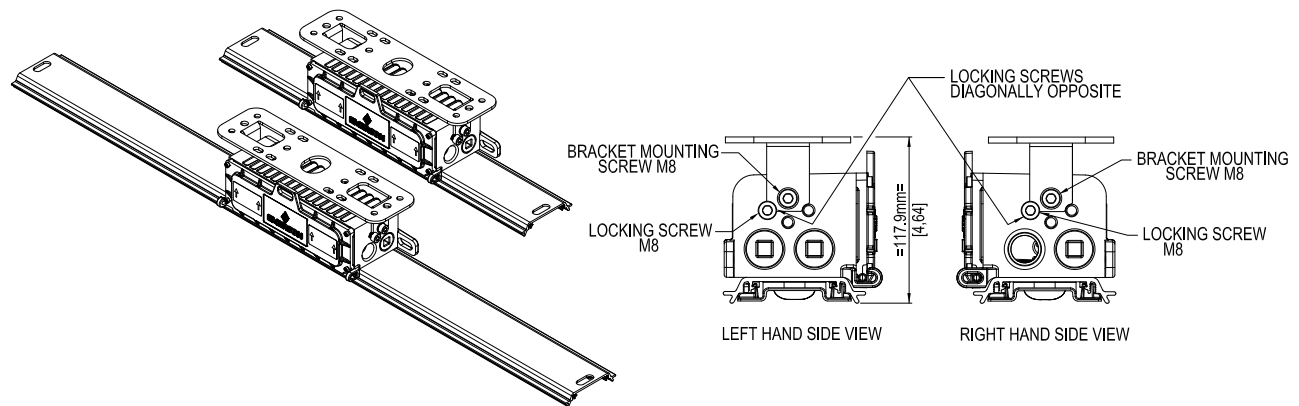

FIGURE 8: RMLPB BRACKET MOUNTING
4. Raise luminaire to mounted RMLPB bracket and secure using M8 washer and bracket mounting screw (M8) supplied with the bracket on both sides. Refer to Figure 8.
5. Use locking screw (M8) supplied with the bracket such that they are diagonally opposite to each other on either side. Refer to Figure 8 for hole locations. Make sure bracket is locked to its position.
4. Soulevez le luminaire sur le support RMLPB et fixez-le à l'aide de la rondelle M8 et de la vis de montage (M8) fournies avec le support des deux côtés. Voir la Figure 8.
5. Utilisez la vis de blocage (M8) fournie avec le support de sorte qu'ils soient diagonalement opposés les uns des autres. Reportez-vous à la Figure 8 pour connaître l'emplacement des trous. Assurez-vous que le support est verrouillé à sa position.